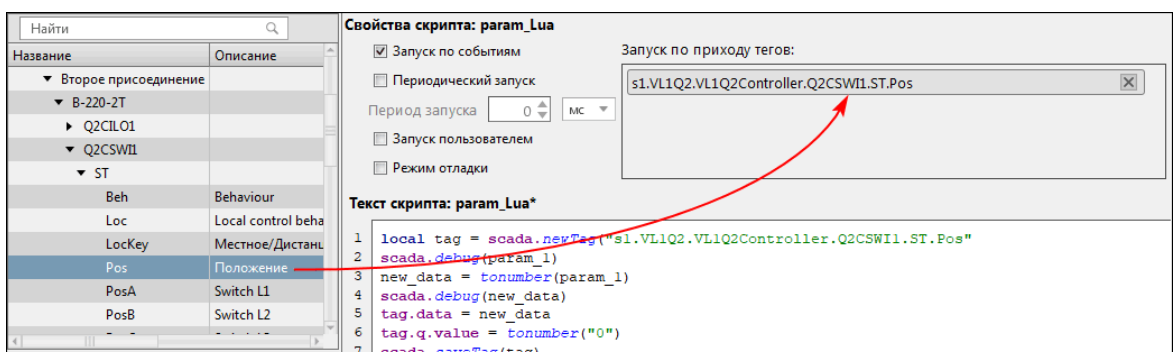

Рисунок 163 - Перетаскивание тегов
- Перетащите теги из дерева проекта в форму запуска по приходу тегов (Рисунок 163).